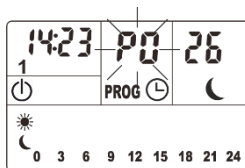

Fig.2
2. Presione prolongadamente el botón  hasta que oiga un pitido. En la pantalla aparecerá el icono de reloj. (Fig.2)